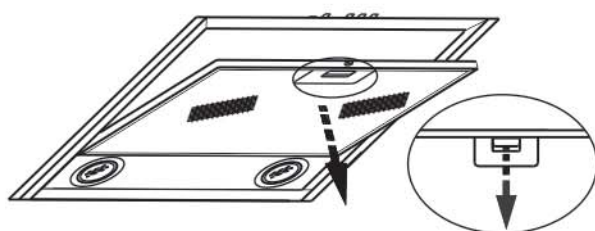

РИС. 4
8.4 Для очистки алюминиевого фильтра извлеките его из зонта (рис. 4) и произведите его очистку с помощью щетки горячим водным раствором нейтрального моющего средства вручную или в посудомоечной машине (при 60°C).
- снимите фильтр (рис.4);
- перед установкой зонта снимите алюминиевый фильтр, для этого нажмите на пружинный замок на фильтре и потяните его вниз и на себя (рис. 4);